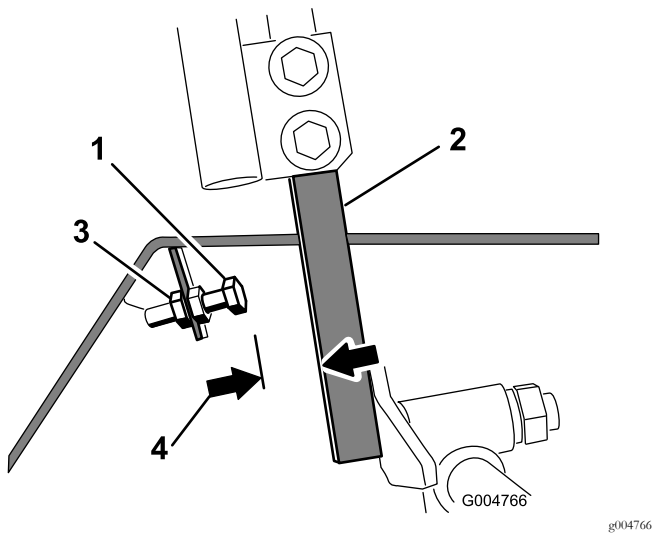

図 58
4. コントロールレバーのストップボルトについているジャムナットをゆるめる 図 58。